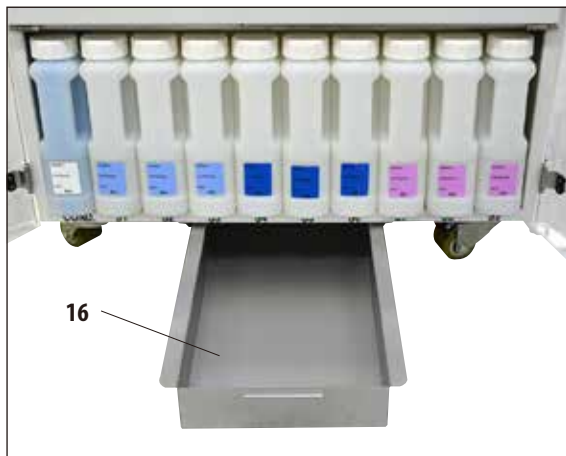

Fig. 230
Nella vasca di raccolta (16), occorre verificare a intervalli regolari la presenza di reagenti sparsi (fig. 230). Ciò è **consigliato** al termine di un programma di infiltrazione e pulizia, per evitare che il reagente sparso possa evaporare.
- A tale scopo, afferrare impugnatura, estrarre la vasca in avanti (fig. 230) ed eventualmente svuotarla.